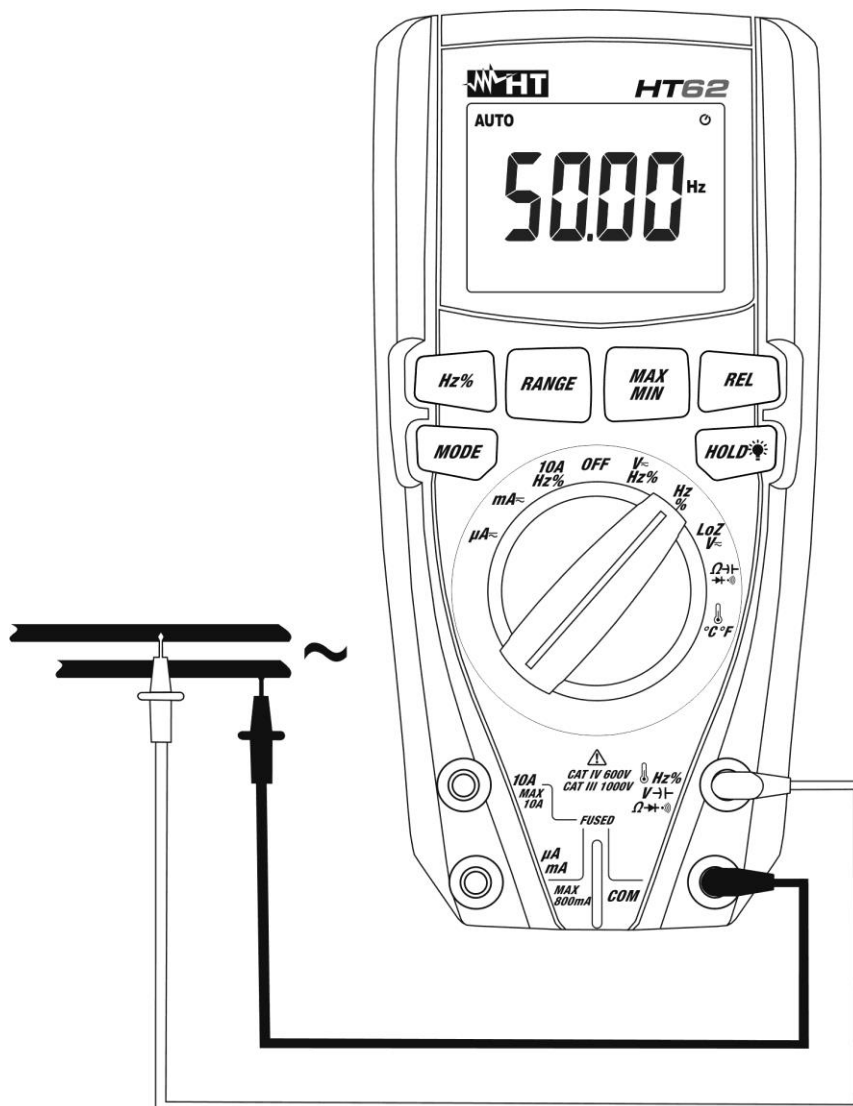

Fig. 5: Uso do instrumento per Medição de Frequências e Ciclo de Trabalho (Duty Cycle)
4. Colocar a ponteira vermelha e a ponteira preta respetivamente nos pontos do circuito em exame (ver Fig. 5). O valor da frequência (Hz) ou Ciclo de Trabalho (Duty Cycle) (%) é apresentado no display. A barra gráfica não está ativa nestas funções.